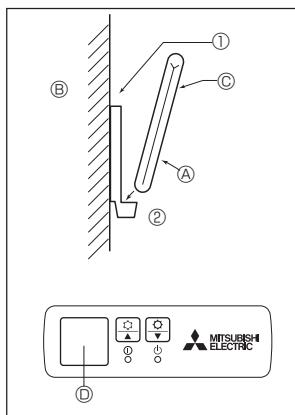
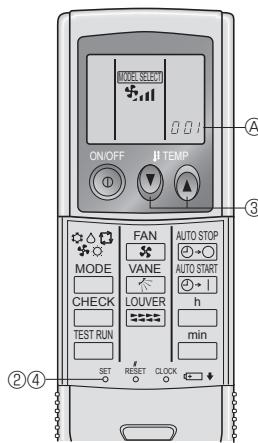

Fig. 6-2
Fig. 6-3
2) Installationsmetod (Fig. 6-2)
- Fjärrkontroll ① Vägg ② Displaypanel ③ Mottagare
3) Inställning (Fig. 6-3)